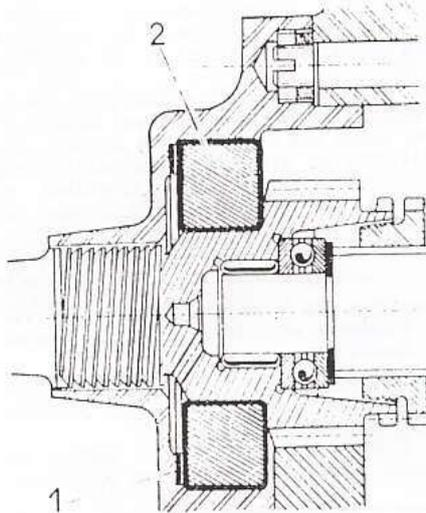

Fig. 66. — Liaison pignon de transmission arbre pignon d'angle
- Monter, dans le couvercle avant, une rondelle de 0,5 mm (1) (fig. 66) et la bague de réglage (2) DIB-A (faux roulement) correspondant au roulement du pignon de transmission.
- Faire tourner, par la queue du pignon de transmission. Si celui-ci tourne librement, ajouter progressivement des cales de réglages en (1), derrière la bague, jusqu'à ne plus pouvoir faire tourner le pignon.
- Vérifier si le pignon de transmission et l'arbre pignon d'angle tournent très grassement, sinon réduire progressivement l'épaisseur des cales (1) jusqu'à ce qu'on obtienne une rotation très grasse du pignon de transmission.
- Déposer le couvercle AV, dégager la bague de réglage DIB-A et mettre de côté les rondelles (1) qui seront replacées au moment du montage définitif.
Les rondelles de calage (1) (fig. 66) déterminées lors du « réglage du jeu latéral du pignon de transmission », étant en place dans le carter ainsi que la bague DIB-B (2) et l'arbre intermédiaire, orienter le carter dans sa position normale.